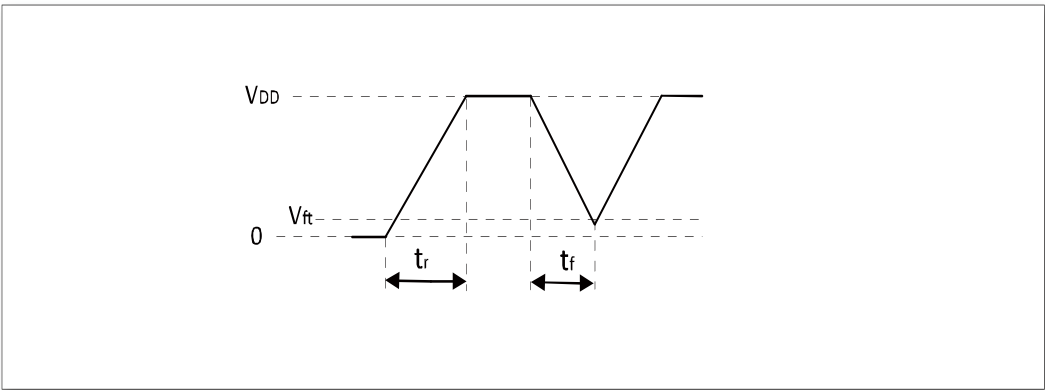

图 5-5 上电与掉电波形
1. 芯片上与掉电 V_{DD} 波形需严格遵循图 5-5 中 t_r 和 t_f 阶段，上电过程不得出现掉电现象。